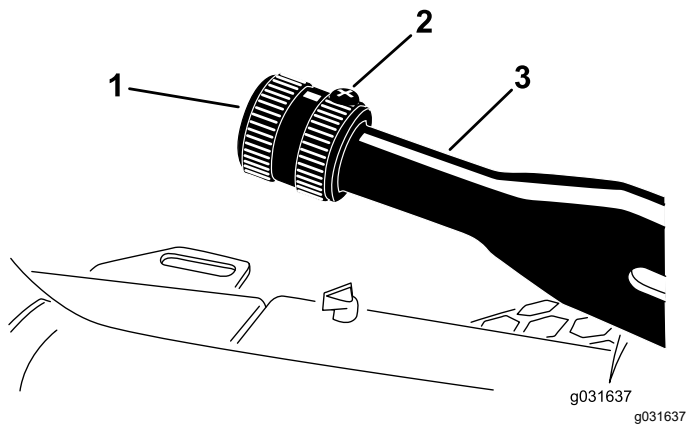

Bild 60
1. Lockern Sie die Stellschraube, mit der das Handrad am Feststellbremshebel befestigt ist (Bild 60).